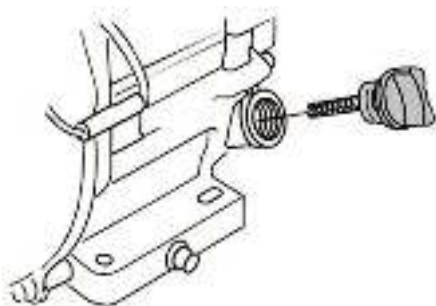

Рис. 26 Крышка-щуп маслозаливной горловины
2. Открутите крышку-щуп маслозаливной горловины и извлеките щуп (Рис. 26).
2. Выкрутите крышку-щуп маслосливной горловины и извлеките щуп (Рис. 26).